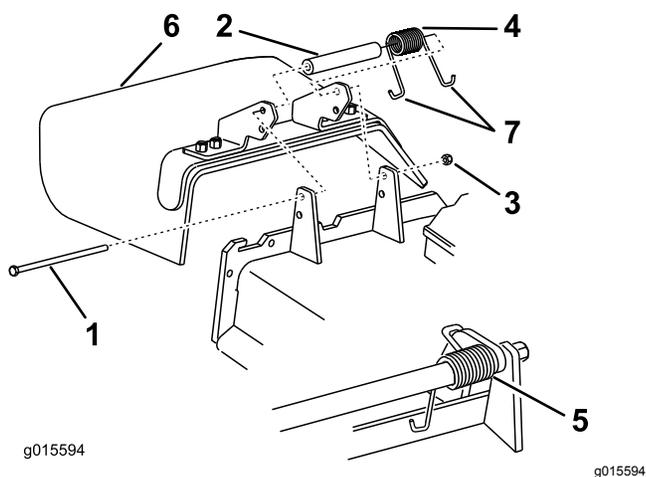

Figura 106
- Retire a porca de bloqueio, o parafuso, a mola e o espaçador que fixam o defletor aos apoios de articulação (Figura 106).
- Se o defletor de relva estiver danificado ou gasto, retire-o (Figura 106).
Nota: Certifique-se de que está montada uma extremidade em **J** por trás da extremidade da plataforma antes de colocar o parafuso como se mostra na Figura 106.
- Coloque uma extremidade em gancho **J** da mola em torno do defletor de relva (Figura 106).